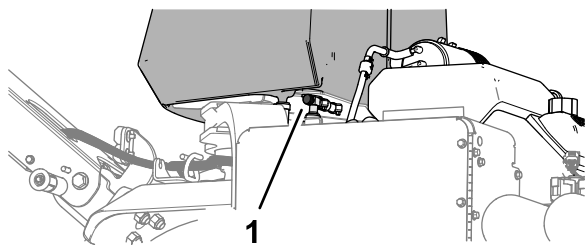

Bild 72
5. Wenn Sie die Maschine transportieren oder aufbewahren, schließen Sie den Kraftstoffhahn (Bild 72).